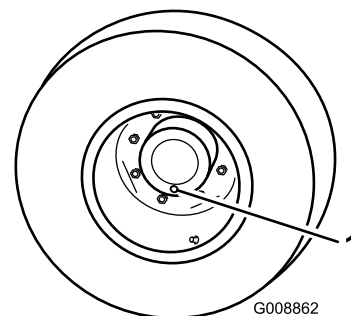

Figura 43
1. Con la máquina en una superficie nivelada, coloque la rueda de manera que el tapón de verificación/drenaje (Figura 43) esté en la posición de las 6.